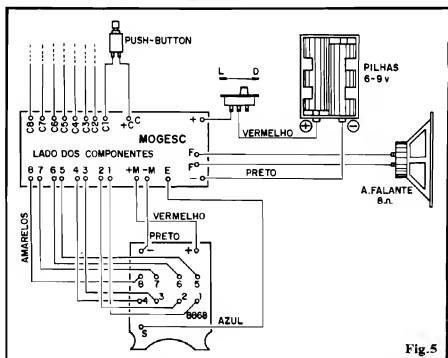

Fig.5
- FIG. 5 - INTER-CONEXÃO DAS PLACAS/MÓDULOS E LIGAÇÕES EXTERNAS - É aqui que "a porca torce o rabo"... Qualquer "cagadinha", por menor que seja, "danará" tudo! ATENÇÃO, calma e cuidado, portanto... Notar, inicialmente, que ambas as placas/módulos são vistas pelo lado não cobreado. ATENÇÃO a todas as codificações (cores, números, posições, códigos, etc.) dos fios, já que qualquer erro ou inversão poderá causar danos definitivos aos componentes. Para simplificar o visual, apenas um dos comandos é mostrado totalmente, com o respectivo push-button ligado aos pontos "+C" e "C1" da placa de apoio. Na realidade, cada um dos pontos, de C1 a C8, deve receber idêntica ligação (via push-button)